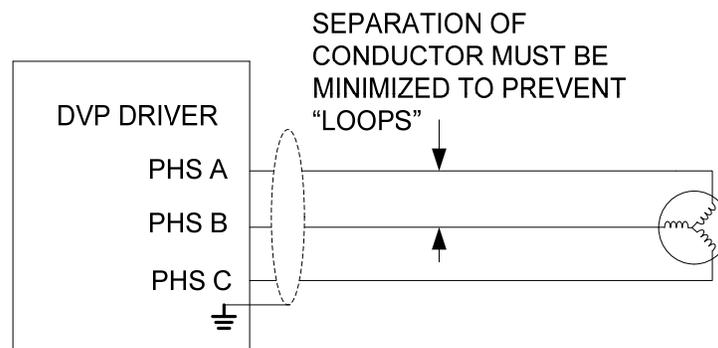

Figura 3-5. Prevención de "bucles"
- Si se necesitan cables separados, la distancia entre los conductores debe ser mínima para reducir los bucles mencionados anteriormente, como se muestra en la Figura 3-5.